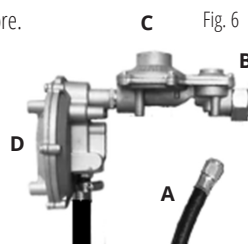

Fig. 6
2. Collegare il tubo GPL (lato **A** nella Fig. 6) all'ingresso GPL del generatore.